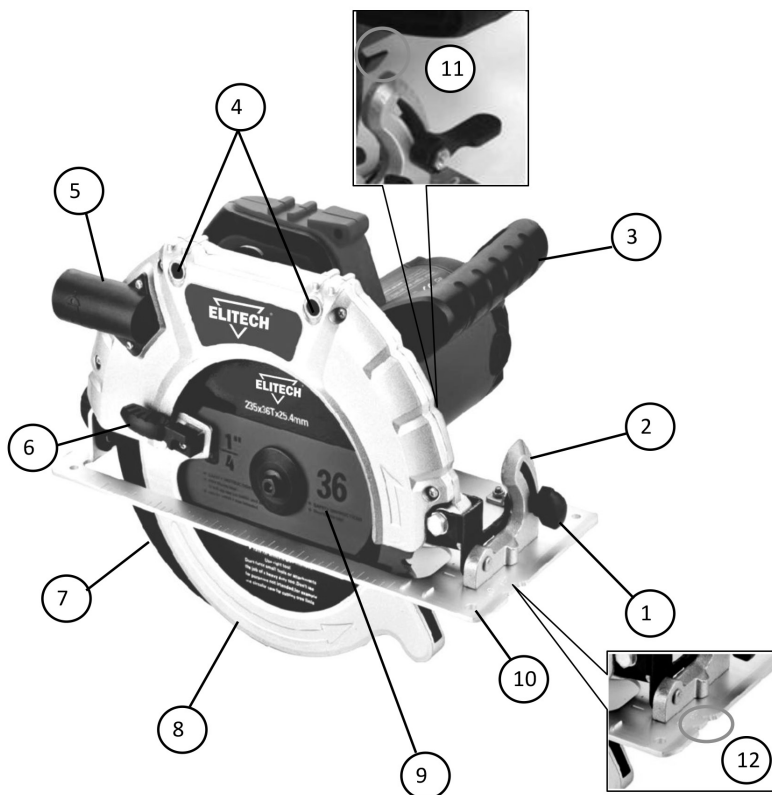

Рис. 1
2. Зафиксировать пильный диск с помощью ручки фиксации диска (поз. 11, рис. 1);
4. Отвести подвижный защитный кожух диска (поз. 8, рис. 1) назад до упора и зафиксировать его
Ослабьте ручку регулировки угла наклона диска (поз. 1, рис. 1). Передвижением опорной платформы установите необходимый угол наклона диска. После регулировки угла наклона диска зафиксируйте ручку регулировки угла наклона диска.
1. Установите пилу (опорную платформу) на пиломатериал и выровняйте положение пильного диска по отношению к линии пропила, пользуясь для этого прорезью для визирования. Если пильный диск не наклонён, совмещайте линию пропила с правой стороной прорези для визирования (рис. 1, поз. 12), при пилении под наклоном (45°) совмещайте линию пропила с левой стороной прорези для визирования (помечена значком "45" на опорной платформе).